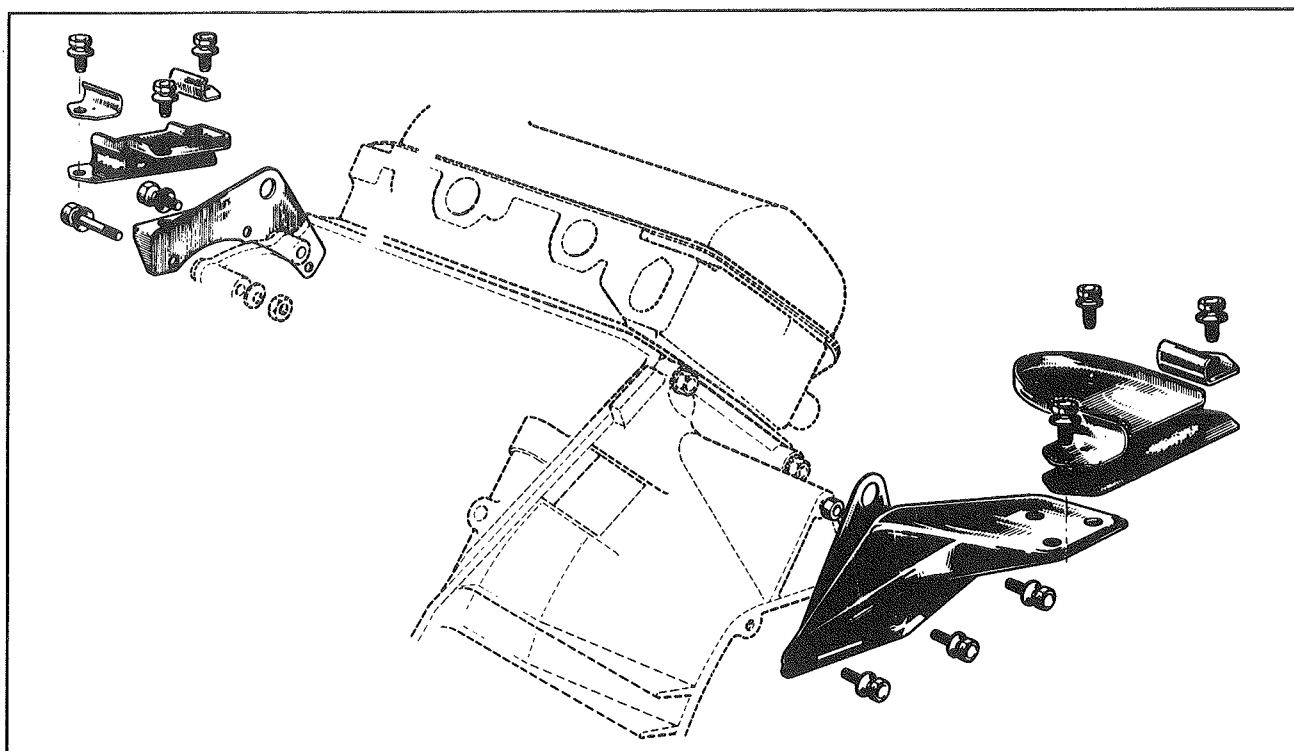

Fig. 1
- latéralement en 2 points sur longerons droit et gauche (fig. 1).